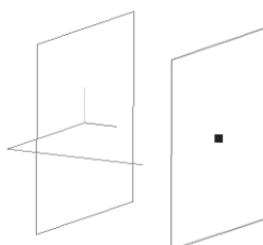

Рис. 413
- на панели Свойств в поле Расстояние введите значение смещения 40 мм (построенный нами горизонтальный отрезок равен 40 мм). Направление смещения – Обратное, т.е. **в сторону построенного эскиза**. На экране появится фантом создаваемой плоскости (рис. 413);